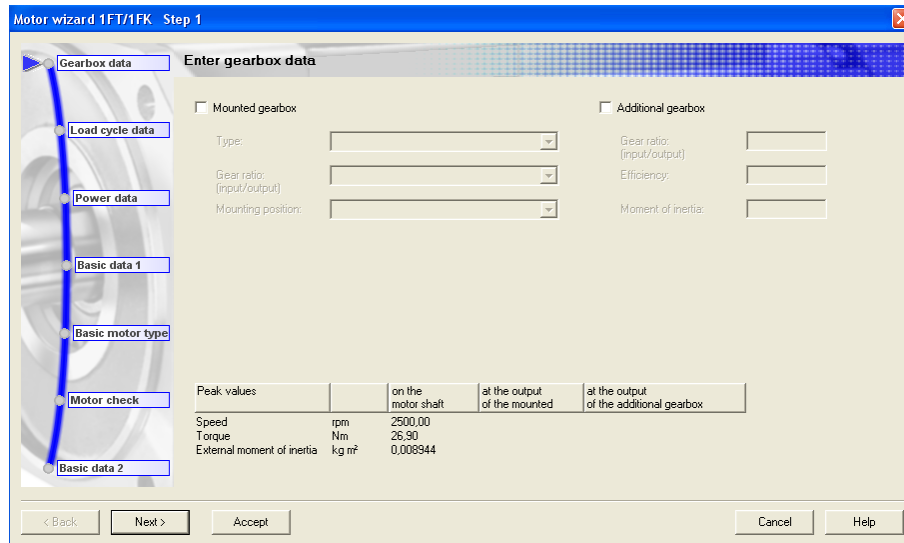

Figura 3.2.45 “Enter gearbox data”
Paso 1 *Enter gearbox data* (figura 3.2.45): El programa pregunta al usuario si se quiere montar una caja de cambios. En la configuración a realizar, al igual que en el eje X, no es necesario. Por lo que pulsaremos el icono *Next*.